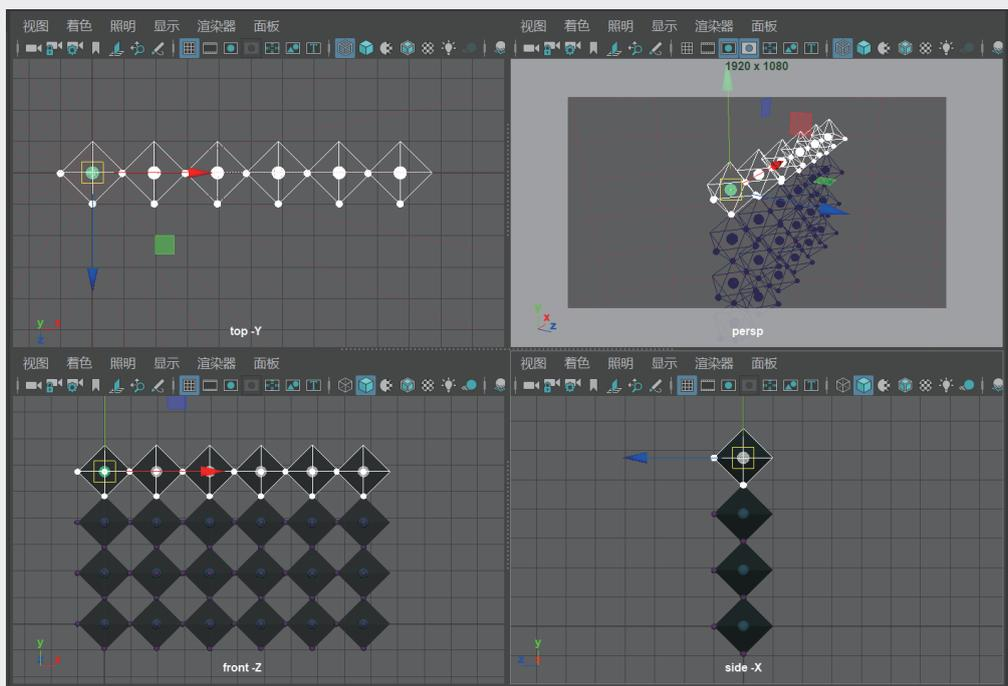

图3-18
**步骤8:** 框选横向复制的所有结构对象，采用同样的方法完成沿y轴的复制操作，如图3-18所示。